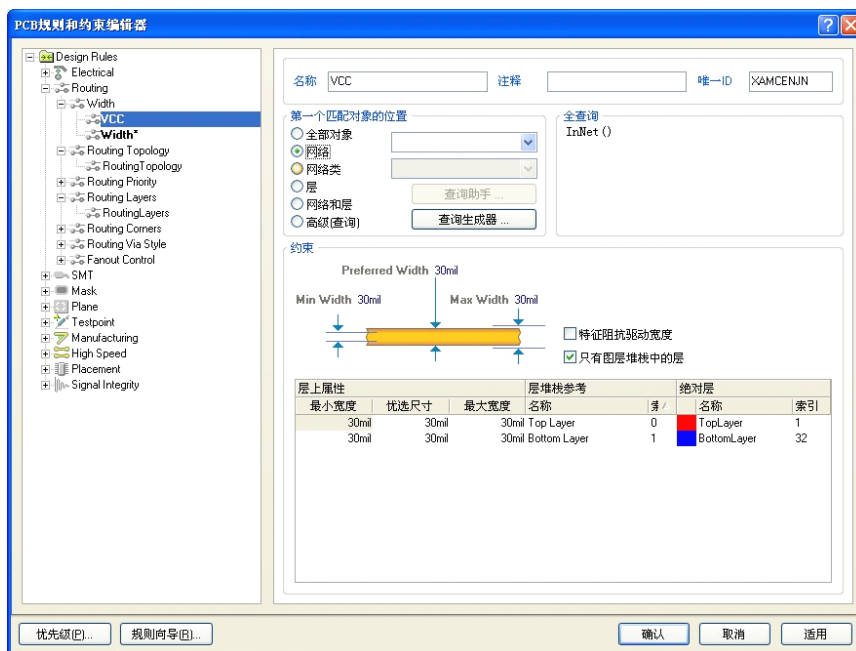

图 4-12-19 VCC 布线宽度设置结果
⑥ 从显示的网络列表中选择 "VCC", 【全查询】单元里更新为 InNet ('VCC')。
⑦ 单击右下角的【适用】按钮.此时表明布线宽度为 30 mil 的约束应用到了电源网络 VCC。如图 4-12-19 所示。